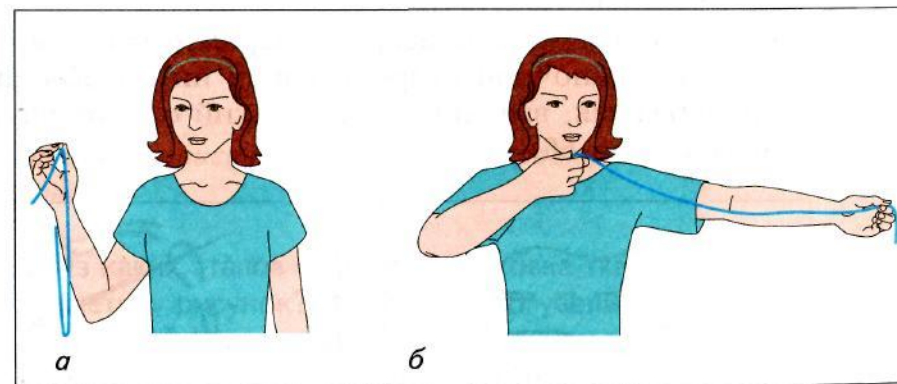

Рис. 62. Подбор длины нитки
- нитку берут в руку, перебрасывают ее через локоть, снимают и отрезают ножницами (рис. 62, а);
- конец нитки берут в руку и отмеряют расстояние до подбородка (рис. 62, б).